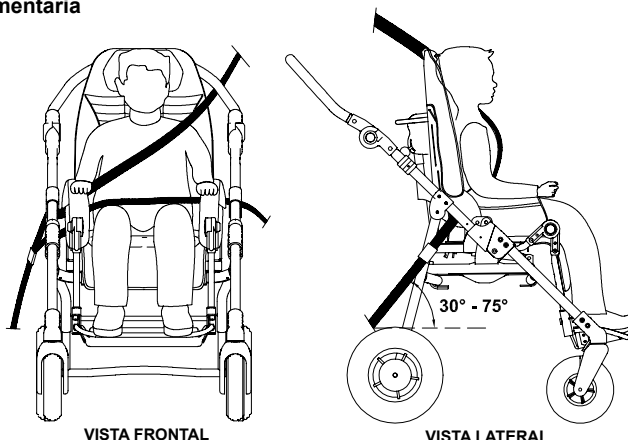

fig. 5
- **para que funcionen eficazmente, los cinturones de sujeción deben adherirse bien al cuerpo del niño:** prestar atención para que los componentes o las piezas de la silla de paseo, como las ruedas o los laterales no los alejen (ver fig.5 y 6 pág.17)
- **el cinturón torácico debe colocarse sobre los hombros,** (ver fig.5 pág.17)
¡ATENCIÓN! El cinturón pélvico debe colocarse bajo, de tal modo que el ángulo del mismo se encuentre en la zona preferida de 30 a 75 grados (ver fig. 5). De todos modos, es preferible un ángulo mayor en el interior de la zona indicada